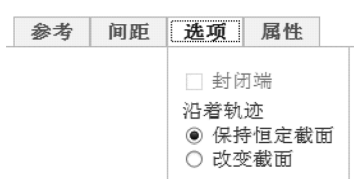

图 4-122 “选项”面板
- “选项”面板: “选项”面板如图 4-122 所示。“封闭端”复选框用于封闭螺旋扫描特